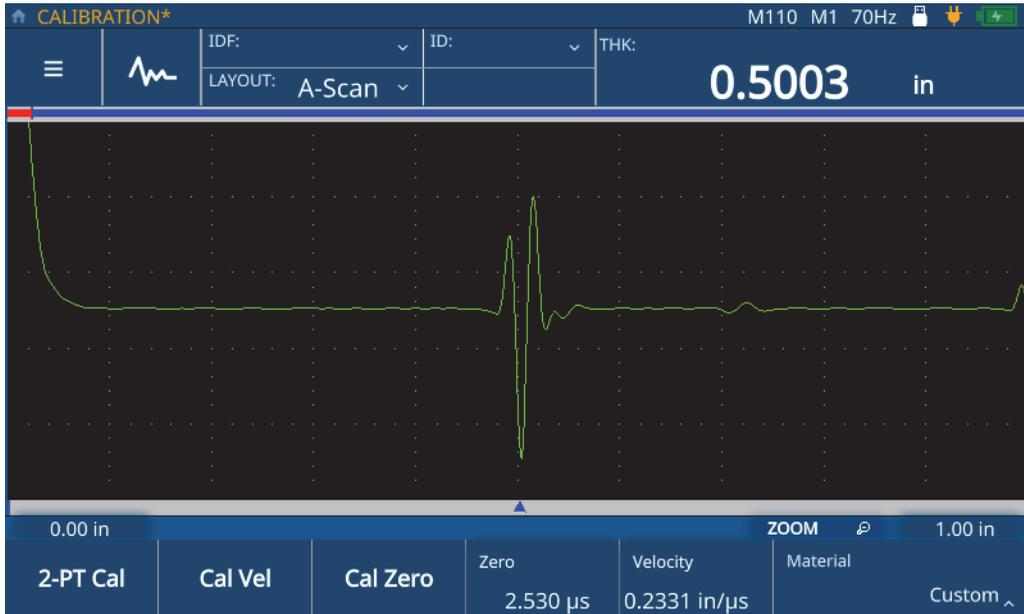

Figure 5-4 Étalonnage de la vitesse de propagation terminé
6. Touchez l'icône de crochet pour enregistrer la valeur et terminer l'étalonnage (Figure 5-4 à la page 51).